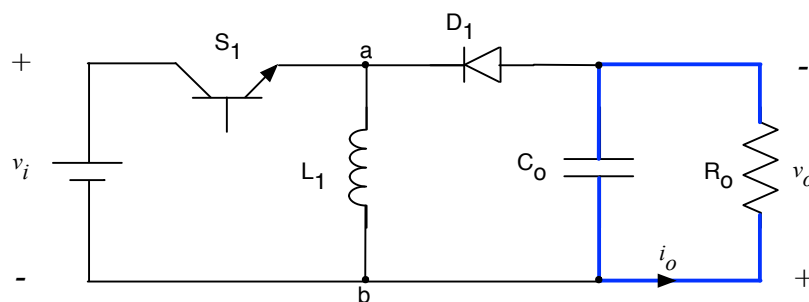

Figura 20 – Terceira etapa de operação do conversor Buck-Boost.
- Terceira etapa ($T_{IL=0}$ até T_s) - o interruptor S_1 e o diodo D_1 estão bloqueados. A carga é alimentada pelo capacitor de saída C_o . As correntes no indutor L_1 , no interruptor S_1 e no diodo D_1 são iguais a zero. A tensão v_{ab} é zero nesta etapa. Esta etapa é mostrada na Figura 20.